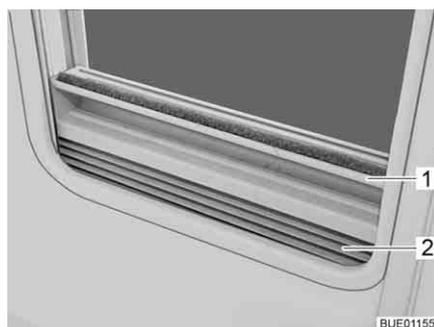

Fig. 35 Dispositif occultant plissé
- Saisir le dispositif occultant plissé (Fig. 35,2) par le centre de la barre-poi-gnée (Fig. 35,1), le tirer du bas vers le haut et le relâcher à la hauteur voulue. Le dispositif occultant plissé reste alors à cette hauteur.